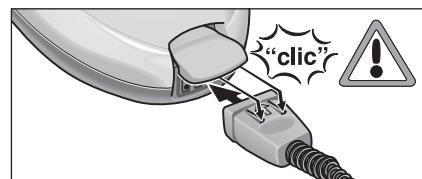

Рис. 1: фіксація блочного штекера
- Міцно вставте блочний штекер (С7) у розетку приладу (А1). При цьому обидва виступи блочного штекера повинні зафіксуватися в кришці штепсельної розетки приладу (див. рис. 1).